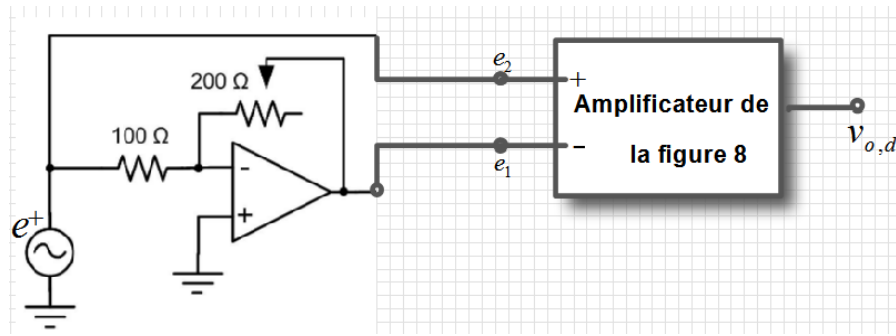

FIG. 12 – Mesure du gain en mode différentiel
2. Réaliser le montage de la figure 12 (on peut remplacer la résistance variable par une résistance de 100Ω).